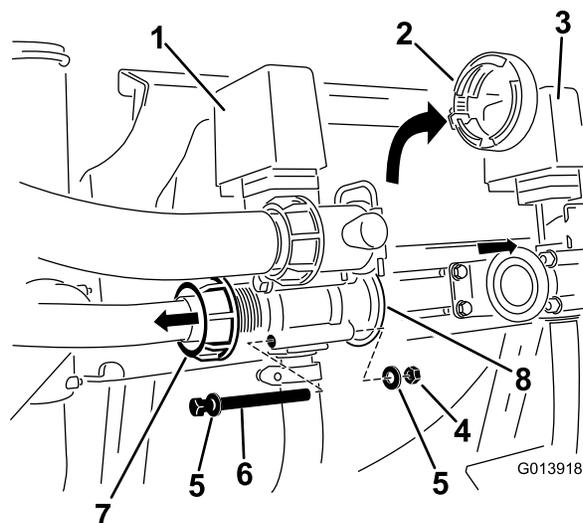

Figure 4
4. Localisez l'écrou à oreilles qui fixe le flexible d'agitation au corps de la vanne d'agitation. Desserrez l'écrou à oreilles pour pouvoir retirer les fixations du corps de vanne plus facilement (Figure 4).
6. Déposez l'adaptateur du corps de la vanne (Figure 4).